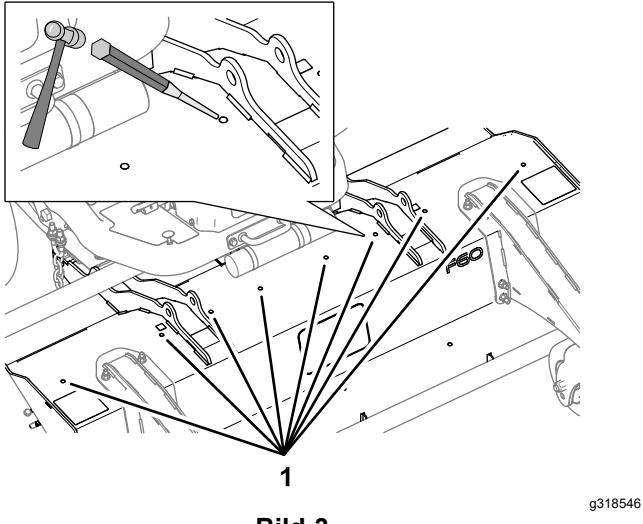

Bild 3
3. Lokalisieren Sie die acht Stanzlöcher an der Oberseite des Mähwerks (Bild 3).
4. Entfernen Sie die acht Stanzlöcher mit Hammer und Austreiber aus der Oberseite des Mähwerks (Bild 3).